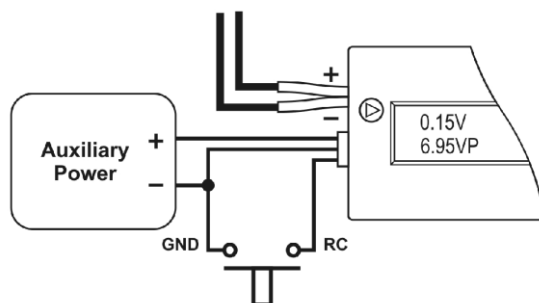

Fig. 1
2. Utilizzare le connessioni di alimentazione (vedi fig.1) collegando a massa il pin RC per 3 secondi.